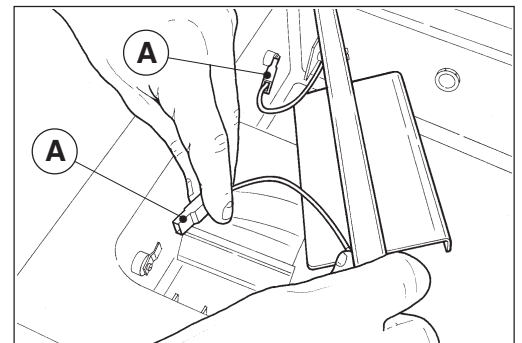

Abb. 1
- 2) Lösen Sie die beiden Kabel der Schweißleiste (A - Abb. 1).